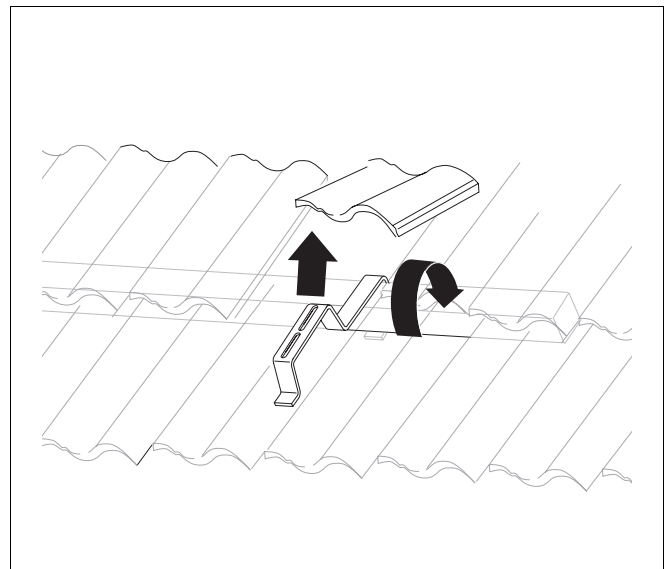

Fig. 21 Encaixe dos ganchos para telhado
- ▶ Levante a telha correspondente (Fig. 21).